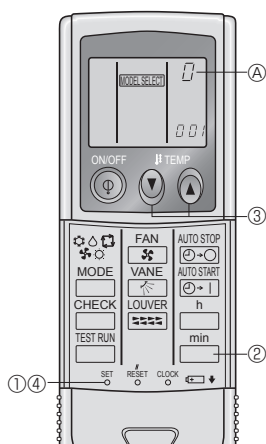

Fig. 6-4
4) Attribuer une télécommande à chaque appareil (Fig. 6-4)